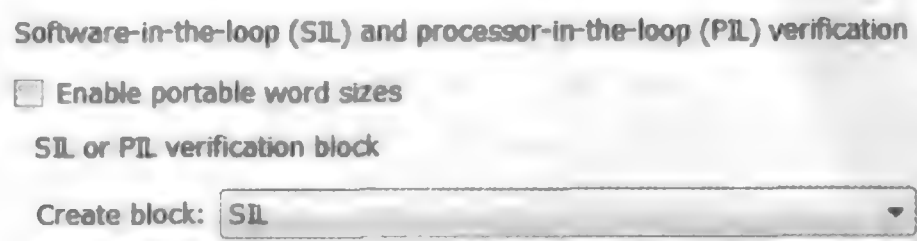

图 5.2.81 选择 SIL 选项
(3) 生成 SIL 模块。在 Real-Time Workshop→SIL and PIL Verification 面板的 Create block 选项,选择 SIL 选项,如图 5.2.81 所示。